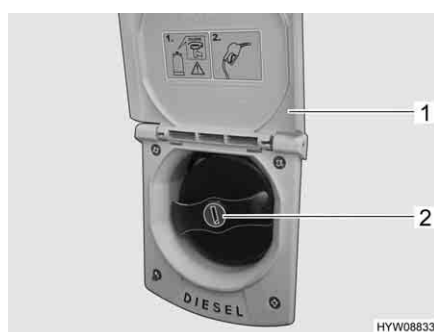

Fig. 38 Bocchettone di riempimento per il rifornimento di carburante
- Alzare lo sportello (Fig. 38,1) verso l'alto.
- Inserire la chiave nel cilindro della serratura (Fig. 38,2) e ruotare in senso antiorario.